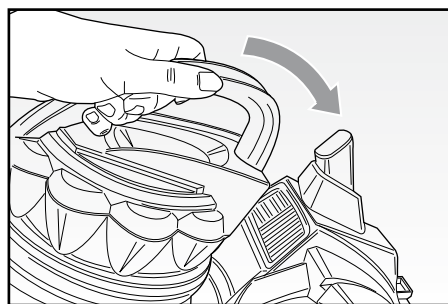

Fig. 11
- Prima di procedere con un nuovo utilizzo, occorre riassemblare il contenitore (A).
- Inserire il filtro completo all'interno del contenitore (A) e bloccarlo ruotandolo in senso antiorario.
- Reinsediare poi il contenitore della polvere completo (A) sul corpo dell'apparecchio premendolo leggermente fino ad udire lo scatto di avvenuto aggancio (Fig. 11).